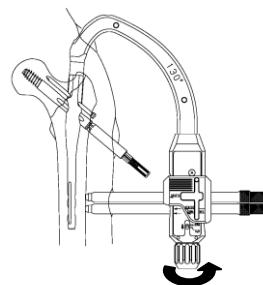

図3
- ディスタルスクリュー用スリーブ及びディスタルスクリュー用ドリルスリーブを、セレクタガイドを介してターゲットデバイスに挿入します。つまりスリーブを確実に固定しドリリングします。(図3)